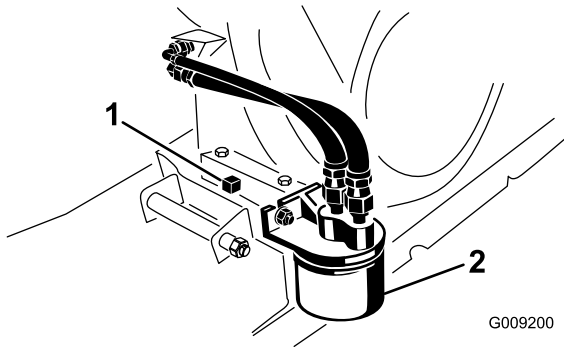

Figure 39
5. Placez un bac de vidange de 1,8 litre sous le bouchon de vidange (Figure 39).
6. Enlevez le bouchon de vidange et le joint (Figure 39).
2. Déposez le filtre à huile (Figure 39).
4. Vissez le filtre neuf sur l'adaptateur jusqu'à ce que le joint touche la plaque de montage, puis serrez-le de $\frac{1}{2}$ à $\frac{3}{4}$ de tour supplémentaire (Figure 39).